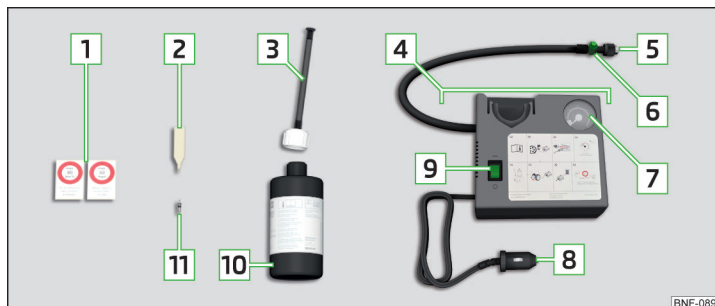

Fig. 250 Descrierea setului de pană
- Aplicați cheia de ventil **2** » fig. 250 la pagina 222 pe inserția ventilului, astfel încât aceasta să se potrivească în fanta cheii.
- Înșurubați bine furtunul de umplere **5** » fig. 250 la pagina 222 pe ventil.